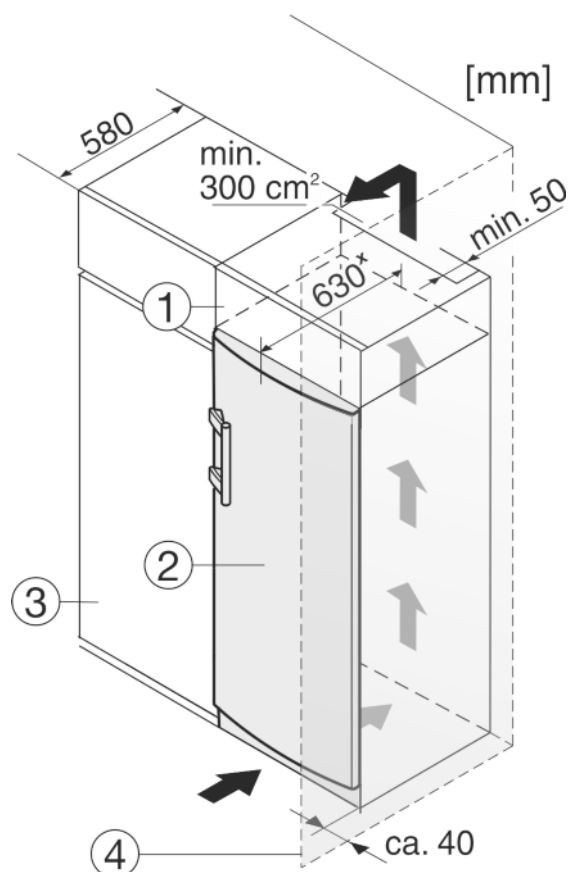

Fig. 12
- (1) Viseći ormar
- (2) Uređaj
- (3) Kuhinjski ormar
- (4) Zid
Uređaj se može adaptirati za ugradnju u kuhinjske ormare. Kako biste uređaj Fig. 12 (2) prilagodili visini kuhinjskog namještaja, iznad uređaja možete postaviti viseći ormar Fig. 12 (1).
Kod adaptacije s kuhinjskim ormarima (dubina maks. 580 mm) uređaj se može postaviti izravno uz kuhinjski ormar Fig. 12 (3). Uređaj stoji bočno 34 mm * i u sredini uređaja 50 mm * nasuprot pročelju kuhinjskog ormara.
Kada se uređaj postavlja s okovima pored zida Fig. 12 (4), razmak između uređaja i zida mora iznositi najmanje 40 mm. To odgovara stajanju ručice kod otvorenih vrata.